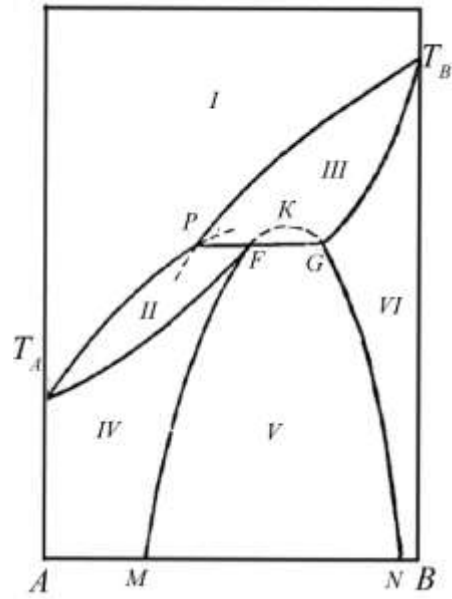

Рис.3. Диаграмма состояния системы с твердым раствором типа IV
*Твердые растворы с перитектикой.* В случае твердых растворов с перитектикой кривые ликвидуса  $T_A P$  и  $T_B P$  (рис. 3) пересекаются в перитектической или переходной точке  $P$ , лежащей между точками плавления чистых компонентов. Поэтому кривая ликвидуса  $T_A P$  твердого раствора  $\alpha$  и его кривая солидуса  $T_A F$  идут вверх от точки плавления компонента  $A$ . Моновариантная кривая ликвидуса  $T_A P$  пересекается с моновариантной кривой  $T_B P$  ликвидуса твердого раствора  $\beta$  в инвариантной точке  $P$ ; моновариантная кривая солидуса  $T_A F$  пересекается с бинодальной кривой  $MKN$  в инвариантной точке  $F$  (метаустойчивые участки кривых показаны пунктиром). Кривая солидуса  $T_B G$  твердого раствора  $\beta$  идет вниз от точки плавления  $B$  и пересекается с бинодальной кривой  $MKN$  в инвариантной точке  $G$ .